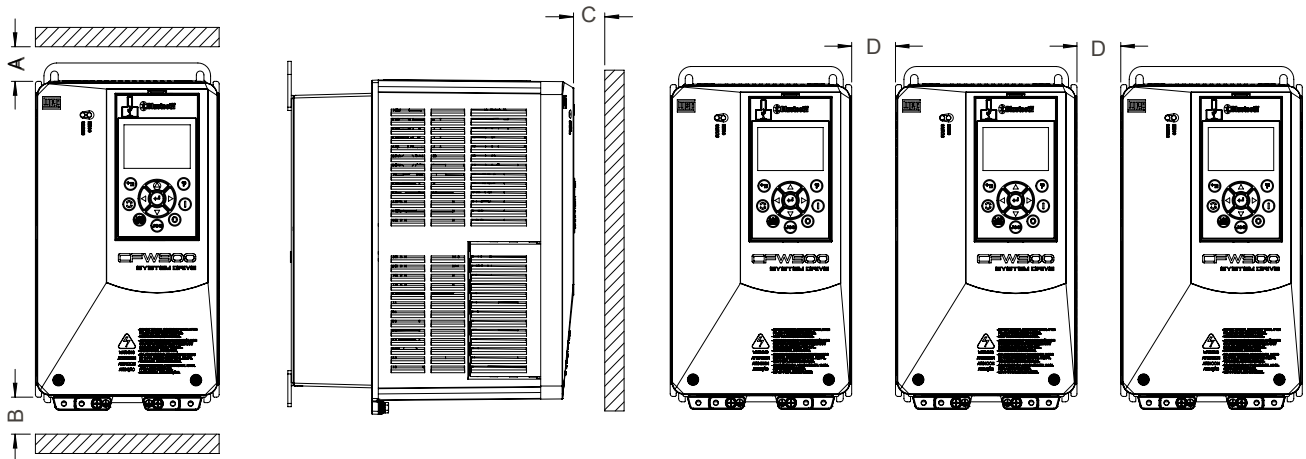

Abbildung 3.2: Zur Lüftung einzuhaltende Abstände
Die für eine ordnungsgemäße Kühlluftzirkulation erforderlichen Mindestmontageabstände sind in Abbildung 3.2 auf Seite 22 und Tabelle 3.3 auf Seite 22.
- Wenn ein Umrichter über einem anderen installiert ist, berücksichtigen Sie den Mindestabstand $A + B$, wie in Abbildung 3.2 auf Seite 22 dargestellt, und leiten Sie die vom unteren Umrichter ausgeblasene Warmluft vom oberen Umrichter ab.